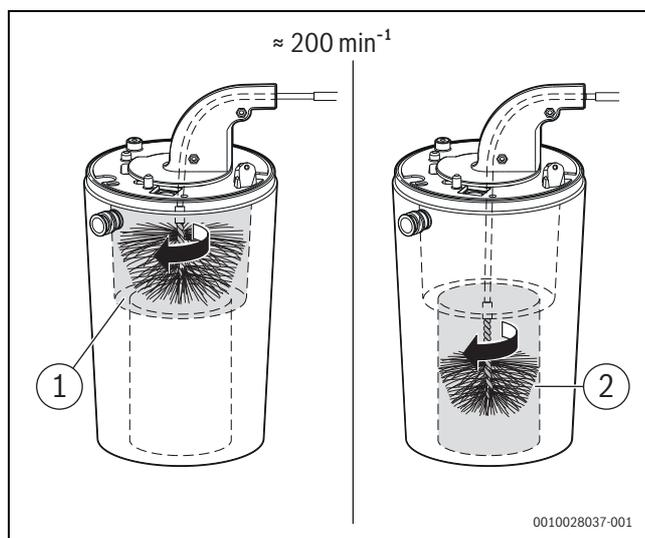

Fig. 122 Nettoyage du corps de chauffe (env. 200 tr/min, rotation à droite uniquement)
- ▶ Répéter le processus avec la petite brosse pour la zone inférieure (→ fig. 122, [2]).